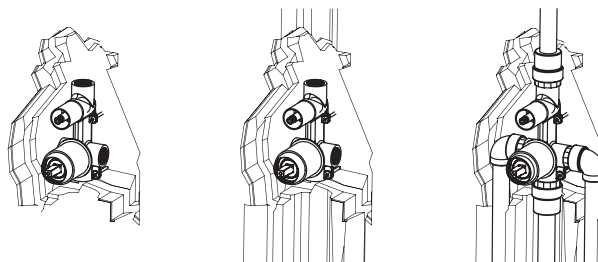

Рис. 6 / 6 сур.
3. Необходимо смонтировать смеситель, подключив к нему трубы системы водоснабжения, и закрепить его к стене. (рис. 6.).